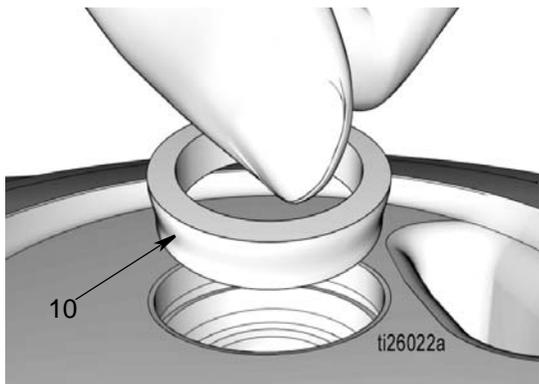

图 37
- i. 安装锥形垫片 (10)，锥形侧朝下，如图 37 所示。